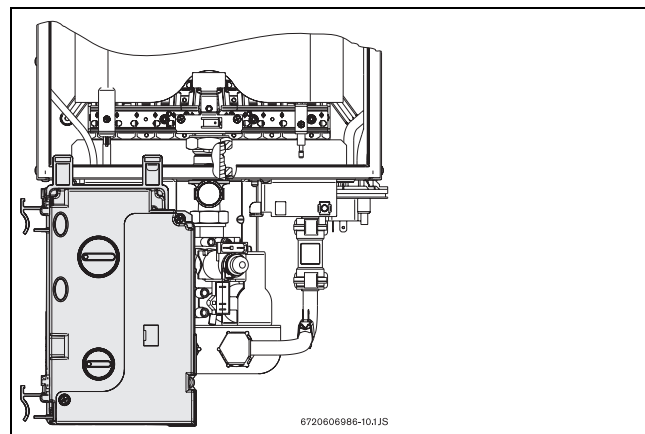

Fig. 19 Posizione d'aggancio del quadro comandi (accesso alle regolazioni gas)
- ▶ Dopo l'estrazione del quadro comandi, agganciarlo come da Fig. 19.